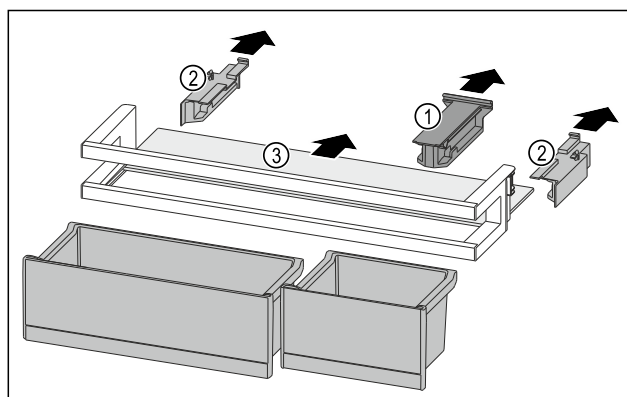

Fig. 222
- Estrarre l'elemento di tenuta Fig. 222 (1).
- Togliere gli elementi laterali Fig. 222 (2).
- Rimuovere il ripiano Fig. 222 (3).